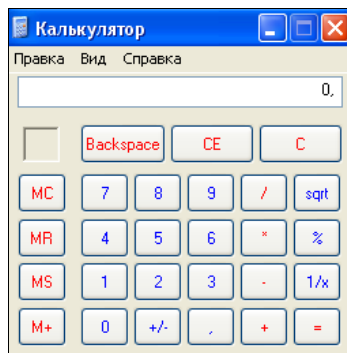

Рис. 1.7. Электронный калькулятор
- ◆ **Калькулятор** — появляется обычный электронный калькулятор (рис. 1.7).